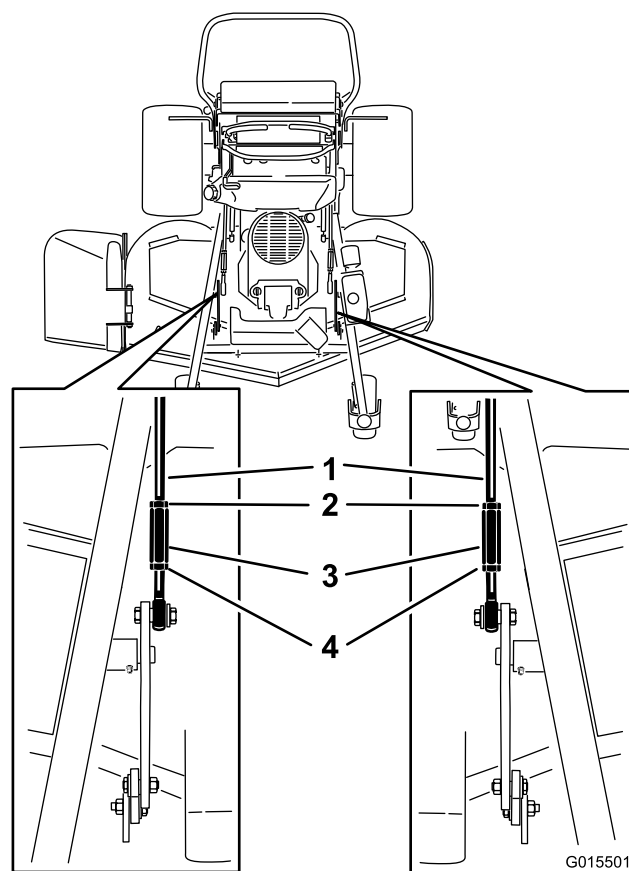

Figure 94
2. Desserrez les écrous avant et arrière, ainsi que les biellettes de levage sur les tiges de réglage (Figure 94).
4. Serrez les biellettes de levage (Figure 94).
7. Si les dimensions ne sont correctes, réglez les écrous avant et arrière de chaque côté pour obtenir l'inclinaison longitudinale correcte (Figure 94).